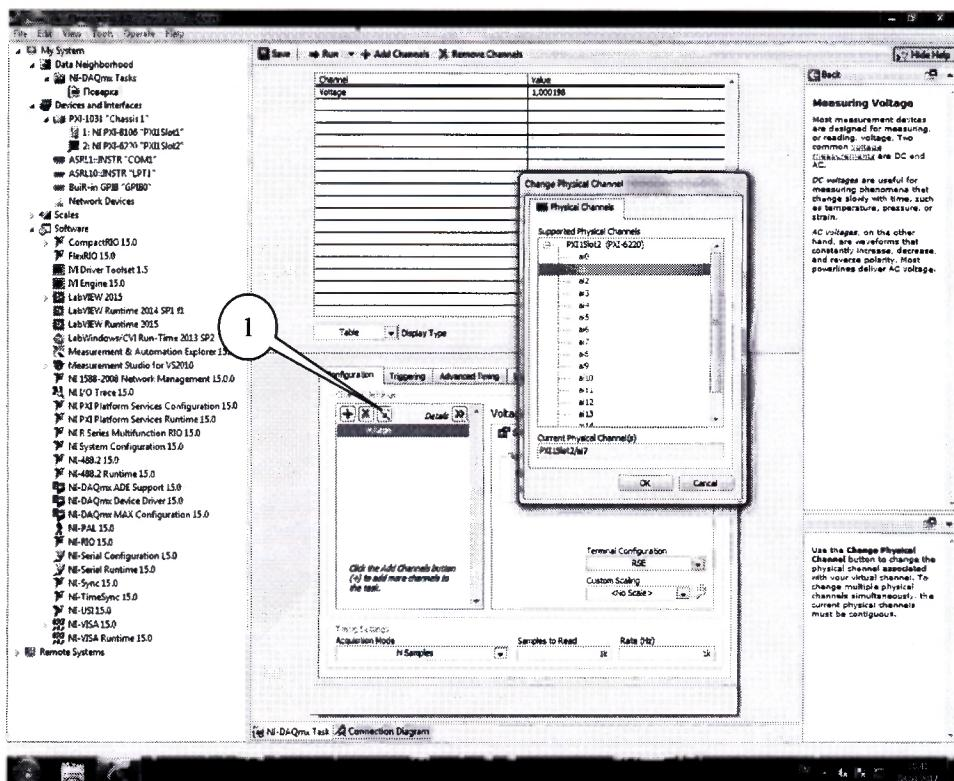

Рисунок 9.
4.12.8 Выполнить операции по п.п. 4.12.4 - 4.12.7 для каждого из каналов модуля. Для переключения каналов (рисунок 9) нажать кнопку (1), выбрать требуемый канал и нажать кнопку «OK».